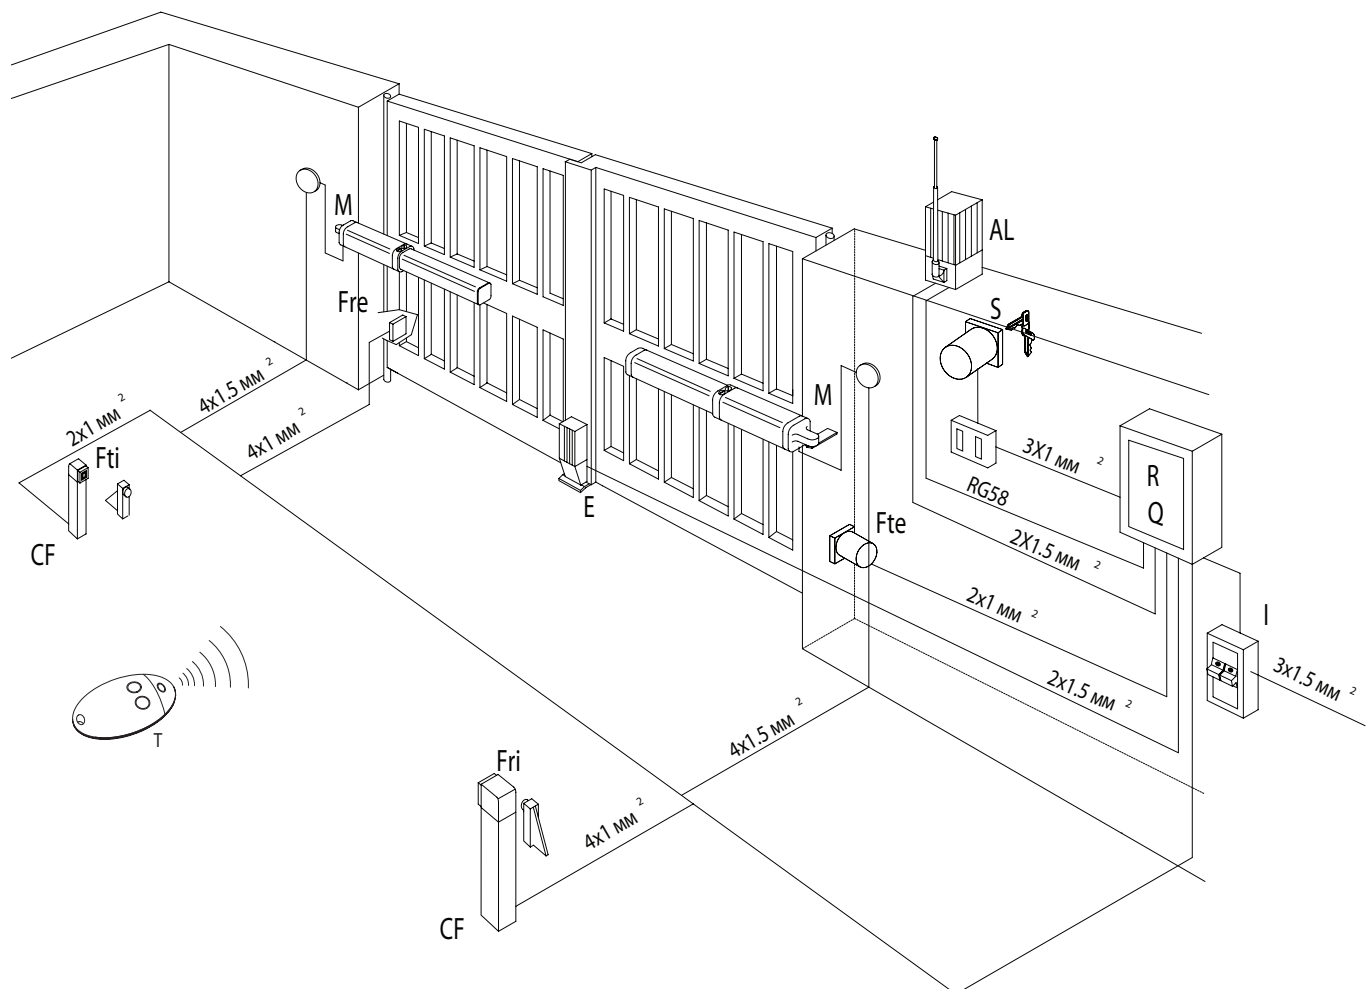

Рис. 20
- а) Заверните выпускной винт (сапун) (Рис. 20) и снимите привод с ворот;